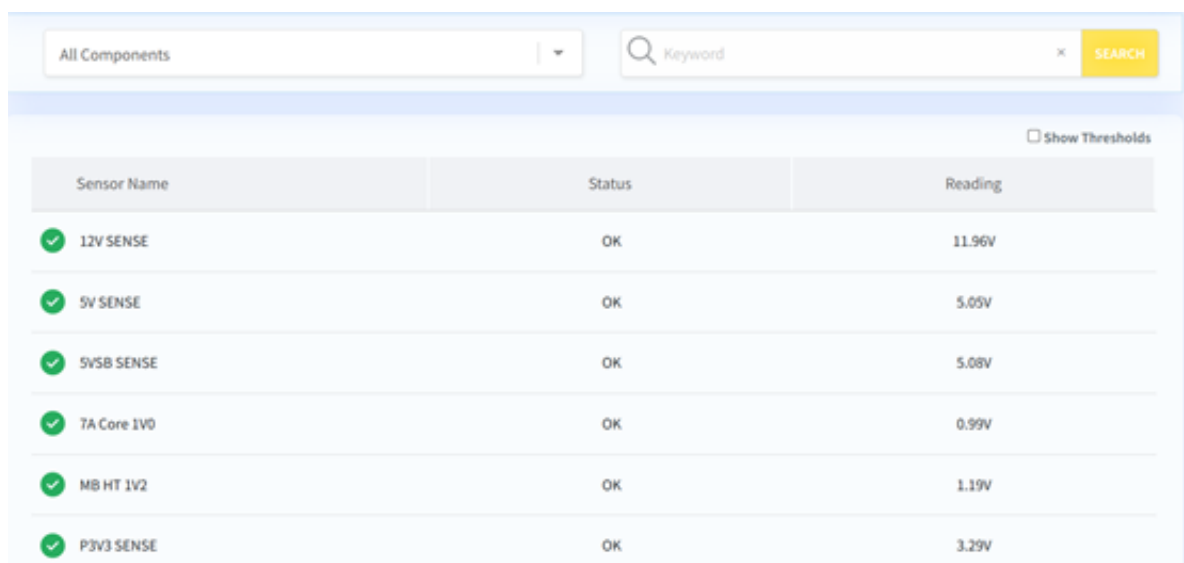

Рис. 71. Окно «Sensors»
- 6) Пройдите во вкладку «Server Information» → «Sensors» в данной вкладке отображается информация о всех датчиках в сервере. Окно показано на рис. 71 Окно «Sensors»